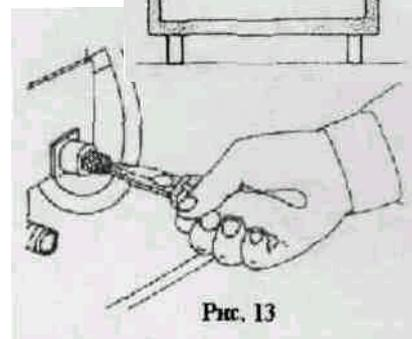

Рис. 13
- Используйте щипцы, для извлечения фильтра так, чтобы не повредить трубу водоснабжения (рис. 13)